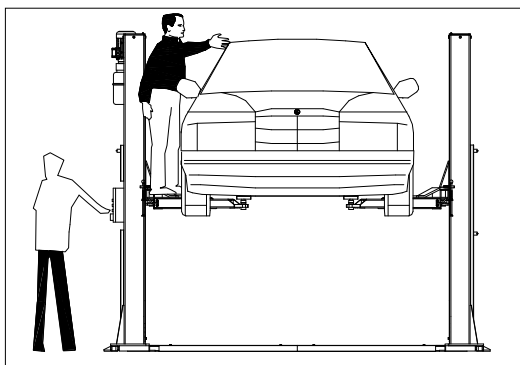

рис. 22
**ЗАПРЕЩЕНО ВЛЕЗАТЬ НА ПОДЪЁМНИК ИЛИ ВКЛЮЧАТЬ ДВИГАТЕЛЬ НА ПОДНЯТОМ АВТОМОБИЛЕ (рис. 22)**